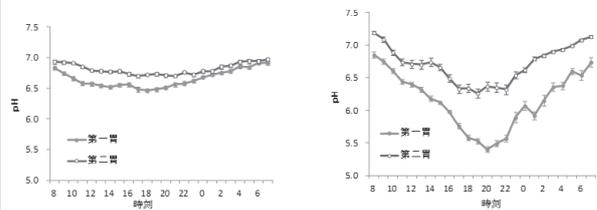

図1. 健康牛と潜在性ルーメンアシドーシス牛における第一胃と第二胃液 pH の比較
(13)牛の胃内pHは第一胃内で第二胃内より低く、pHセンサが第一胃に留置された場合は、pHセンサが第二胃に留置された場合より測定pHが低くなる傾向がある(図1参照)。このため、必要に応じて金属探知機で留置位置を確認することを推奨する。